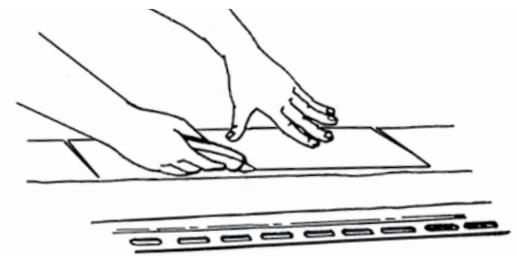

Figure 21
- Lorsqu'on coupe avec un couteau utilitaire ou un outil de marquage, entailler la face de vinyle du panneau en exerçant une pression moyenne, puis le casser net en deux. Il n'est alors pas nécessaire de trancher le vinyle (Figure 21).